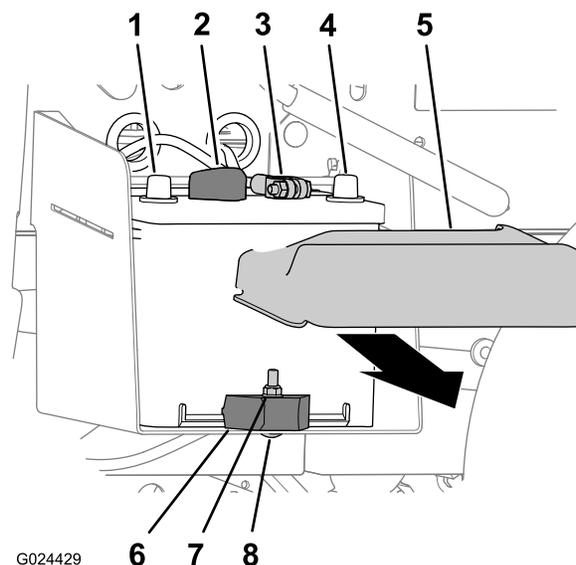

Figura 40
1. Schiacciate i lati del coperchio della batteria e rimuovete il coperchio dalla parte superiore della batteria stessa (Figura 40).
2. Scollegate il cavo negativo della batteria dal relativo morsetto (Figura 40).
3. Scollegate il cavo positivo della batteria dal relativo morsetto (Figura 40).
2. Eliminate dado di bloccaggio, bullone a testa tonda e morsetto della batteria che fissa la batteria al relativo vassoio (Figura 40).
3. Togliete la batteria dal relativo vassoio (Figura 40).
1. Montate la batteria sul relativo vassoio della macchina (Figura 40).
Nota: Accertate che i poli positivi e negativi della batteria siano allineati come mostrato in Figura 40.
2. Fissate la batteria al relativo vassoio con morsetto, bullone a testa tonda e dado di bloccaggio (Figura 40).
1. Collegate il cavo positivo della batteria al relativo morsetto (Figura 40).
2. Collegate il cavo negativo della batteria al relativo morsetto (Figura 40).
3. Montate il coperchio della batteria sulla parte superiore della batteria stessa (Figura 40).